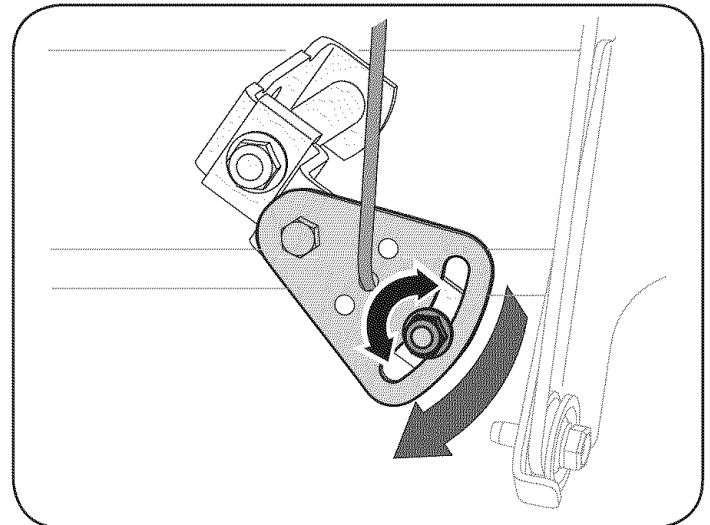

Figura 17
2. Afloje la tuerca hexagonal del soporte de posicionamiento del cable de cambios. Vea la figura 17.